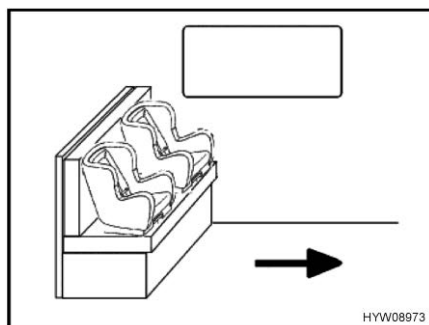
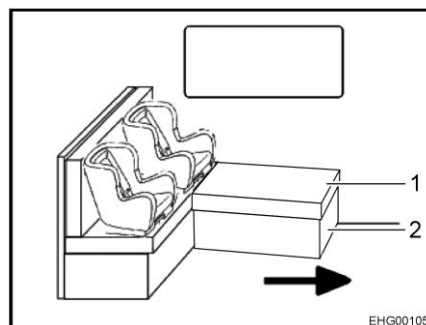

Bild 23 Barnstolar på sittbänken
Bild 24 Barnstol på L-sittbänken
Pil i Bild 23 och Bild 24 visar färdriktningen.
- Ta bort dynan (Bild 24,1) vid behov.
- Fäll ihop lådan (Bild 24,2) vid behov.